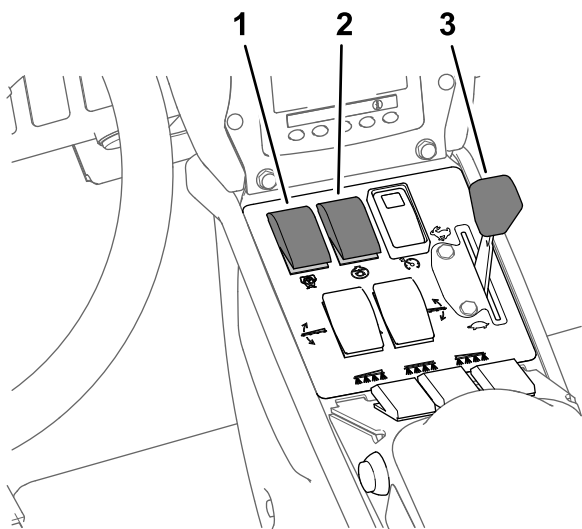

Figura 30
8. Ponga el interruptor de agitación y el interruptor de la bomba de fumigación en la posición de ACTIVADO (Figura 30).
9. Mueva el acelerador a la posición de RÁPIDO (Figura 30).
Nota: Este procedimiento supone que la bomba de fumigación está activada; consulte Figura 30, en Fumigación en el modo de caudal de aplicación (página 34).
4. Ajuste el acelerador a la velocidad de motor deseada para la fumigación; consulte Figura 30, en Fumigación en el modo de caudal de aplicación (página 34).